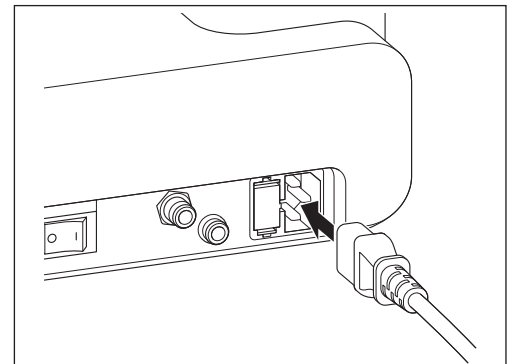

Fig. 1
- 2) Insérez le cordon d'alimentation CA correctement dans la prise qui lui est destinée à l'arrière du boîtier de contrôle (Fig. 1).